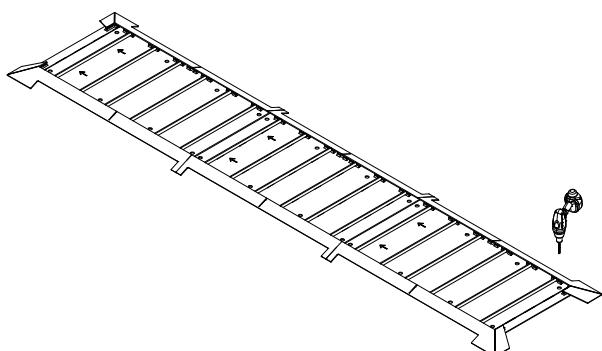
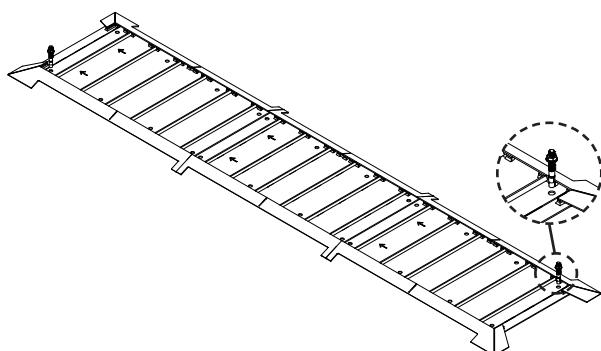

Figura 26
Figura 27
1. Perfore dos (2) agujeros en las esquinas adyacentes de la placa de piso, luego instale (2) pernos de anclaje en los mismos agujeros perforados para mantener las placas en su posición. Consulte las **Figura 26** y **Figura 27**.